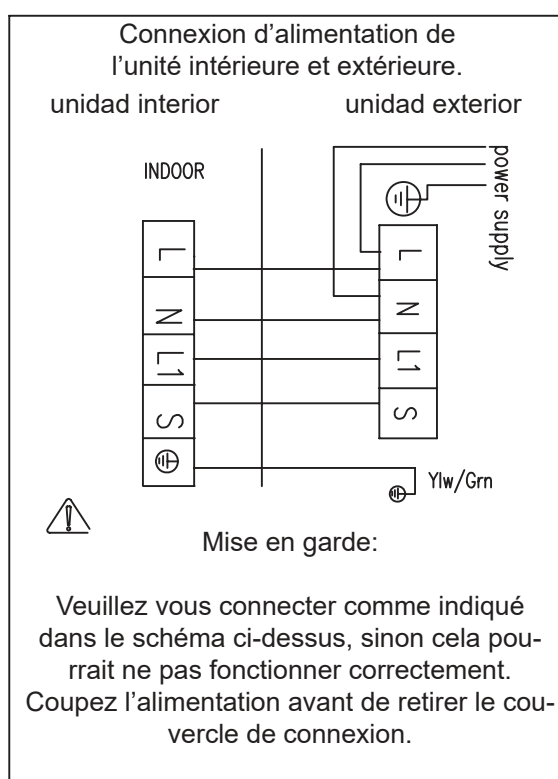

Fig.14
- Connectez les câbles de connexion d'alimentation et le câble de commande de signal séparément aux bornes correspondantes. (Dans la figure 14,
- Connectez les câbles de connexion de l'unité séparément aux bornes correspondantes. (Fig.14)